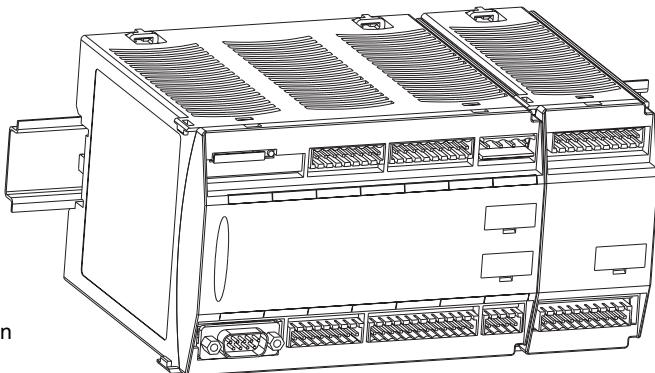

Fig. 2: Sicherheitssystem montieren
- Montieren Sie das Sicherheitssystem in einen Schaltschrank mit einer Schutzart von mindestens IP54. Montieren Sie das Sicherheitssystem auf eine waagrechte Normschiene. Die Lüftungsschlitzte müssen nach oben und unten zeigen. Andere Einbaulagen können zur Zerstörung des Sicherheitssystems führen (siehe Fig. 2).
- The safety system should be installed in a control cabinet with a protection type of at least IP54. Fit the safety system to a horizontal DIN rail. The venting slots must point up and down. Other mounting positions could damage the safety system (see Fig. 2).
- Montez le système de sécurité dans une armoire d'indice de protection IP 54 au moins. Montez le système de sécurité sur un rail DIN horizontal. Les ouïes de ventilation doivent être orientées vers le haut et vers le bas. D'autres positions de montage pourraient provoquer une perturbation du système de sécurité (voir Fig. 2).